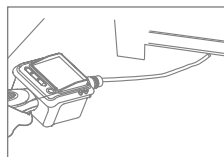

Рис.3
4. Использование гибкой трубки позволяет изменять положение камеры, не прилагая усилий (см.Рис.3).